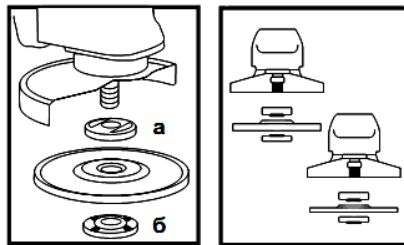

Рисунок 2
4.4 Встановіть на виріб шліфувальний або відрізний круг. Для цього натисніть на кнопку фіксації шпинделя (1) і проверніть його до такого положення, при якому він зафіксується. За допомогою вилочного ключа з комплекту виробу відверніть і зніміть затискну гайку (б) (дивіться рисунок 2). Встановіть шліфувальний диск на посадкове місце фланцевої шайби (а) (рисунок 2), наживіть рукою затискну гайку на шпиндель і затягніть її ключем з комплекту приладу.